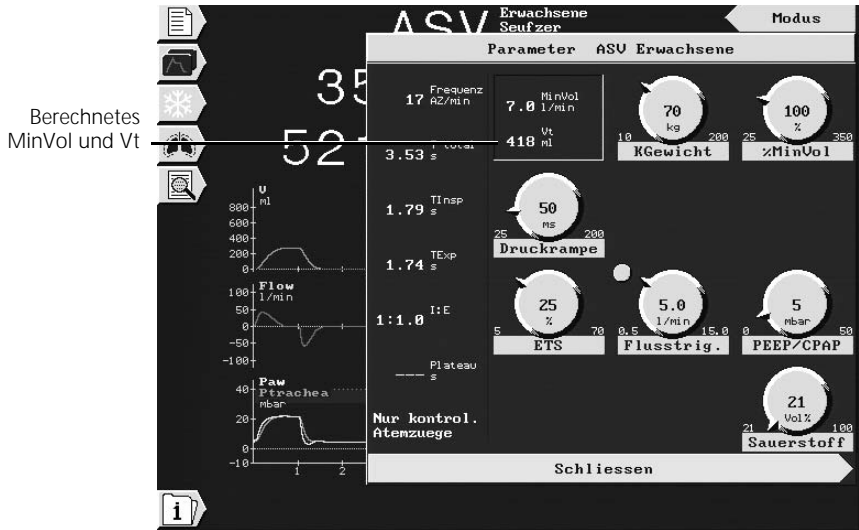

Abbildung 4-6. Fenster Parameter für Modus ASV
- Berechnetes MinVol und Vt (wenn ASV aktiv ist) (Abbildung 4-6)